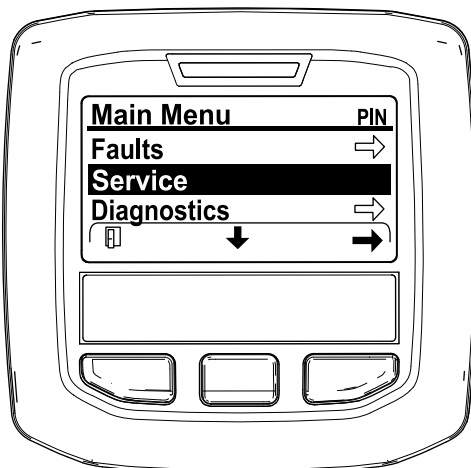

Figura 49
- Vá até ao MENU PRINCIPAL, prima o botão central para ir até ao MENU DE MANUTENÇÃO e prima o botão direito para selecionar a opção de MANUTENÇÃO (Figura 49).